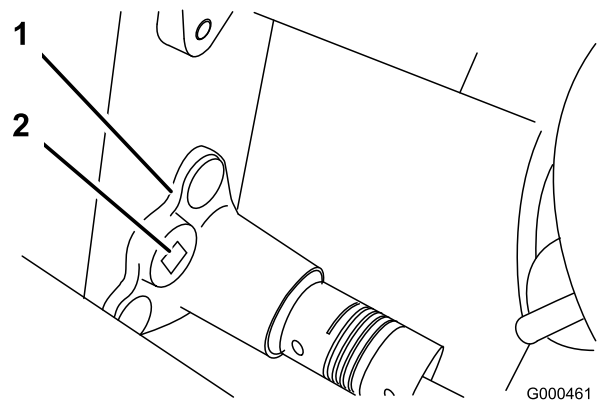

Bild 37
- B. Drehen Sie das Lagergehäuse mit einem 3/8-Zoll-Drehmomentschlüssel mit 3,9 bis 4,5 Nm an, um die Riemen Spannung einzustellen (Bild 37).